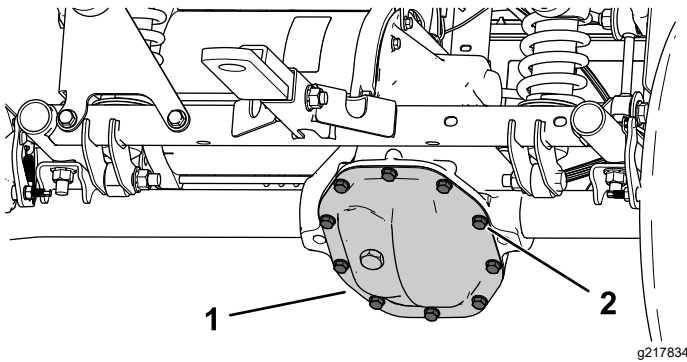

図 49
1. トランスアクスルカバーの下にオイルを受ける容器をおく 図 49。
2. トランスアクスルカバーについているボルトを外してオイルが完全に抜けるのを待つ 図 49。